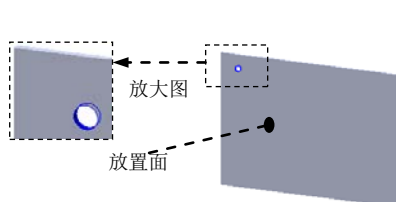
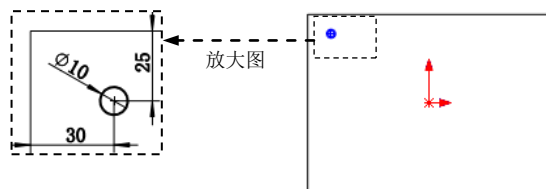

图 17.2.4 孔 1
图 17.2.5 尺寸约束
③ 在草图工具栏单击  命令，退出草图环境，此时系统弹出“凸台—拉伸”对话框。
(3) 定义凸台—拉伸深度属性。
① 定义深度方向。采用系统默认的深度方向。
② 定义深度类型和深度值。在“拉伸”对话框 **方向 1** 区域的下拉列表中选择 **给定深度** 选项, 在  文本框中输入深度值 3.0。
(4) 单击  按钮, 完成凸台—拉伸 1 的创建。
Step3. 创建图 17.2.4 所示的零件特征——孔 1。
(1) 选择下拉菜单 **插入(I)** → **特征(F)** → **孔(H)** →  **简单直孔(S)...** 命令, 系统弹出“孔”对话框。
(2) 定义孔的放置面。选取图 17.2.4 所示的模型表面为孔的放置面。
(3) 定义孔的参数。
① 定义孔的深度。在“孔”对话框中的 **方向 1** 区域的下拉列表中选择 **完全贯穿** 选项。
② 定义孔的直径。在 **方向 1** 区域的  文本框中输入数值 10.0。
(4) 单击“孔”对话框中的  按钮, 完成孔 1 的创建。
(5) 编辑孔的定位。
① 进入定位草图。在设计树中右击“孔 1”, 从系统弹出的快捷菜单中单击  按钮, 进入草图环境。
② 创建尺寸约束。创建图 17.2.5 所示的尺寸, 在草图工具栏单击  命令, 退出草图环境。